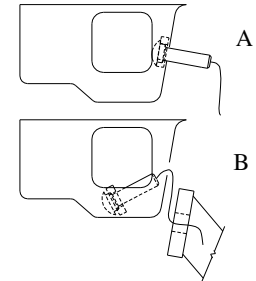

Figura 2
①	Cant. (4)	Perno de carruaje 7/16-14 X 2.00 GR5	④	Cant. (4)	Tuerca hexagonal, 7/16-14
②	Cant. (4)	Espaciador	⑤	Cant. (4)	Cable de halar
③	Cant. (4)	Arandela cónica
3. Retire las (4) tuercas plásticas en la base del baúl que sostienen el protector de calor en su posición. Suavemente hale el protector de calor lejos del larguero del bastidor para permitir acceso a los largueros del bastidor. Nota: el protector de calor no se puede quitar.
5. Usando los cables de halar, introduzca los espaciadores y los pernos de carruaje en su posición (ambos largueros). El orificio de acceso está localizado al final del larguero del bastidor y antes de la barra de impacto. Deje el cable de halar unido. Ver Figura 2 A. Nota: Es mucho más fácil si el perno y el espaciador no están unidos cuando se insertan en el bastidor, consulte la ilustración. Ver Figura 3.
6. Empuje (únicamente) los tornillos en el larguero del bastidor dejando el cable de halar y el cable adicional expuesto entre el larguero del bastidor y el baúl. Ver Figura 2 B
7. Levante el enganche a su posición entre los largueros del bastidor, alimente los cables de halar a través de los orificios adyacentes en el enganche. Ver la Figura 2 B. Tubo receptor apuntando hacia abajo y rotándolo a su posición a través del recorte del escape de la placa protectora y encima del silenciador y del protector de calor. Tenga cuidado de no rayar la placa protectora. Si el exceso de masilla en el bastidor interfiere con la instalación del enganche, baje el enganche y raspe el exceso de masilla para la instalación.